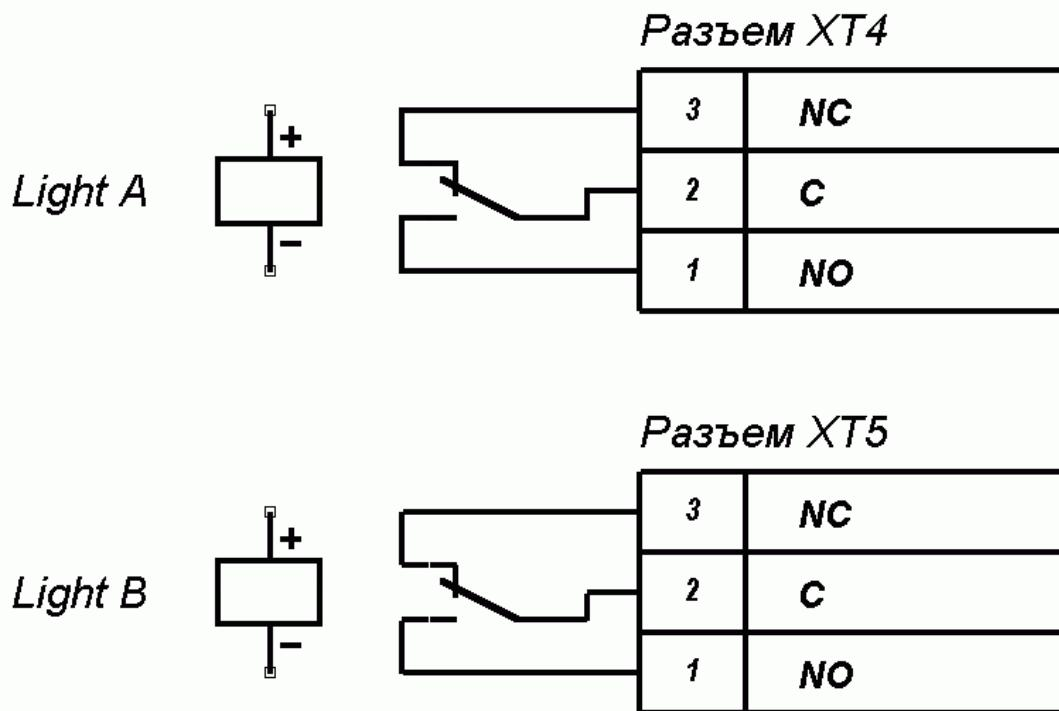

Рисунок 7 – Выходные каскады для Light A и Light B
5.9.4 Выносные индикаторы подключаются на клеммные колодки "XT4" (Light A) и "XT5" (Light B). При этом реле Light A (Light B) активизировано (на его обмотку подано напряжение), когда горит соответствующая данному направлению прохода зеленая стрелка на световом табло, и нормализовано (на его обмотку напряжение не подано), когда соответствующая данному направлению прохода зеленая стрелка на световом табло не горит. Факт срабатывания/отпускания реле Light A и Light B можно определить по загоранию/гашению красных индикаторов, которые установлены вблизи указанных реле (см. рисунок 2). Выходные каскады для Light A и Light B — перекидные контакты реле (см. рисунок 7) со следующими характеристиками сигналов: